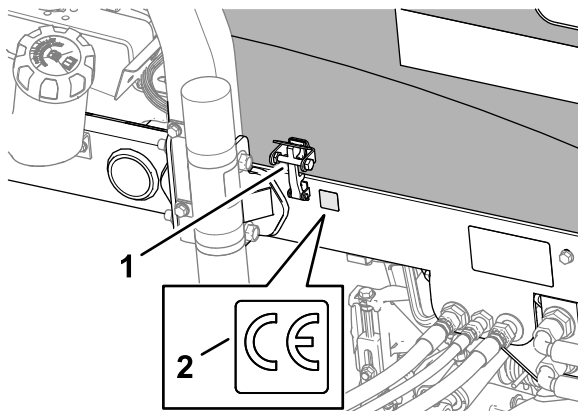

Figura 22
3. Limpie el bastidor izquierdo cerca del cierre del capó con alcohol, y deje que el bastidor se seque (**Figura 22**).
1. Cierre del capó (CE)
4. Retire el papel protector y aplique la pegatina CE (Pieza N° 133-8095) al bastidor, como se muestra en la Figura 22.